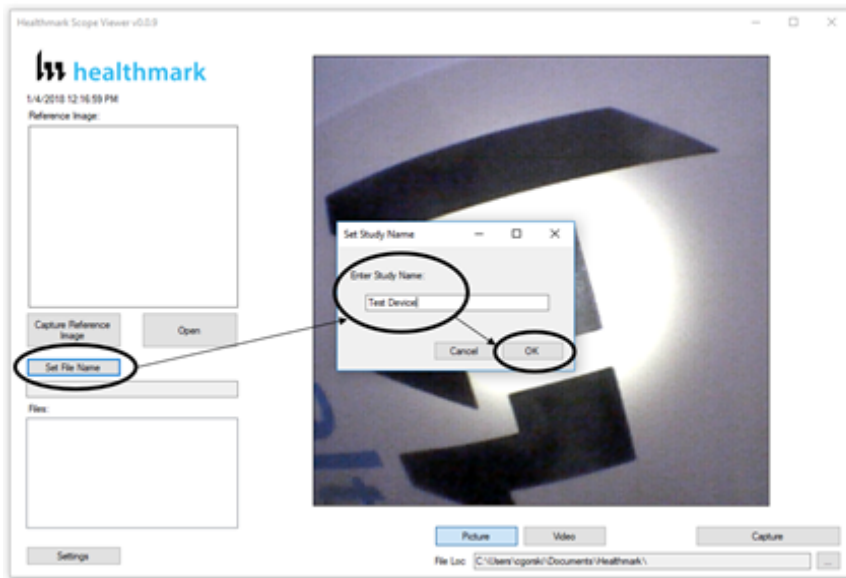

Figure 13
1. Click 'Set File Name' button. **Fig. 13**